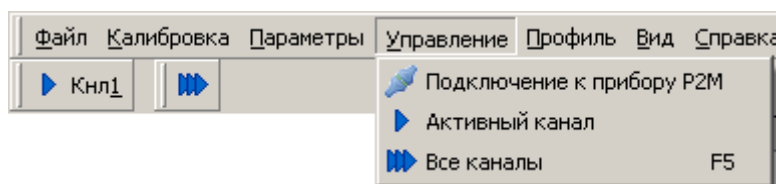

Рисунок 4.21 – Меню управления измерениями
треугольником на панели инструментов (рисунок 4.21). Чтобы остановить измерения, нужно повторно выбрать пункт меню или нажать на кнопку на панели управления.
4.9.3 Существует возможность запуска или остановки всех измерительных каналов – выбором пункта меню «Управление \ Все каналы», нажатием клавиши «F5» или нажатием кнопки с тремя треугольниками на панели инструментов (рисунок 4.21).